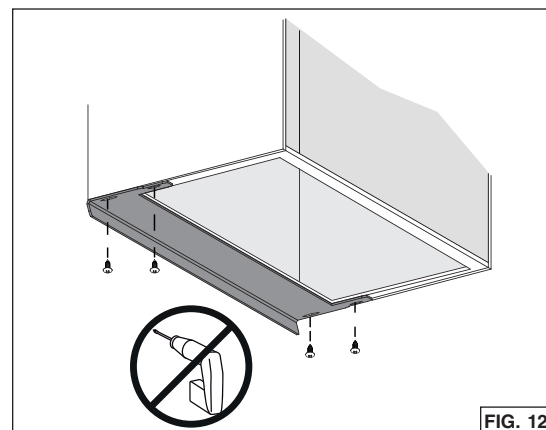

FIG. 12
7. Cintas protectoras, en 3 formatos diferentes, están incluidas con estos aparatos. Están diseñadas para gabinetes de hasta 13 pulg. de profundidad. Se ofrece un otro juego de 4 cintas protectoras para gabinetes de hasta 15 pulg. de profundidad (pedir el kit HADTBN30). Elegir la cinta que puede cubrir el borde trasero del gabinete. Usar 4 tornillos para madera de cabeza redondeada n.º 6 x 5/8 pulg. (incluidos) para sujetarla (FIG. 12).